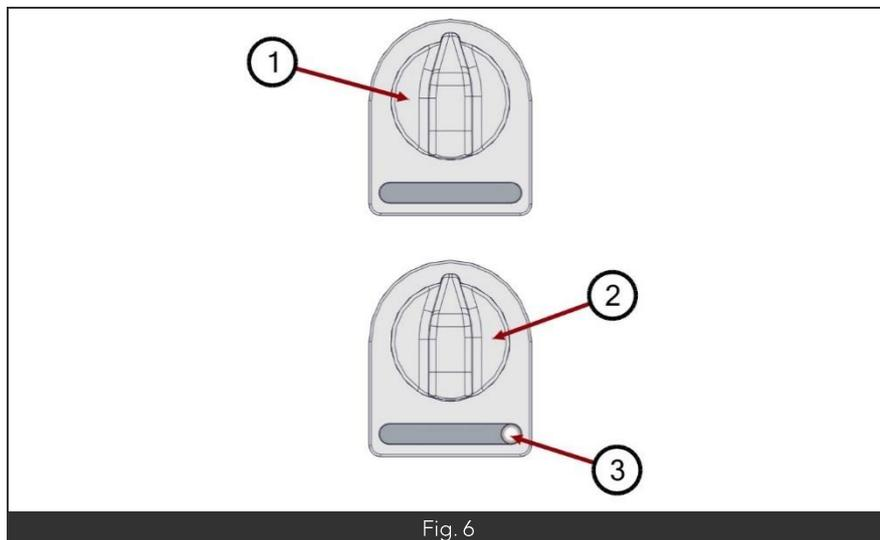

Fig. 6
- Sélectionner le mode (Voute seule, Sole seule, ou Voute + Sole) à l'aide du commutateur/sélecteur (Fig. 6 – Rep. 1).
- Sélectionner la température à l'aide du thermostat (Fig. 6 – Rep. 2)
- Le voyant ambre (Fig. 6 – Rep. 3) s'éclaire, indiquant la préchauffe du four.